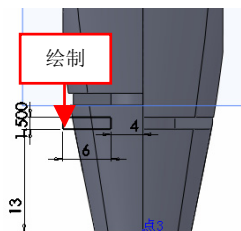

图 15-59 绘制草图对象
(13) 单击【旋转切除】按钮，选取基准面 4 对象，进入草图绘制环境，单击相应的按钮，绘制草图对象，如图 15-59 所示。